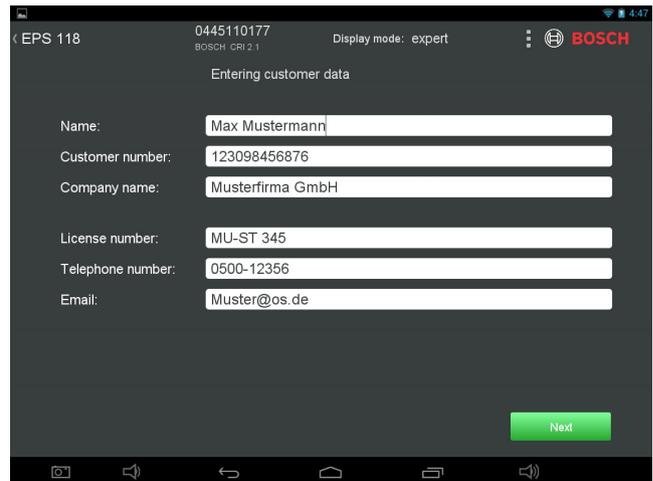

Рис. 36: Ввод данных клиента
7.7.4 Ввод данных клиента (Рис. 36)